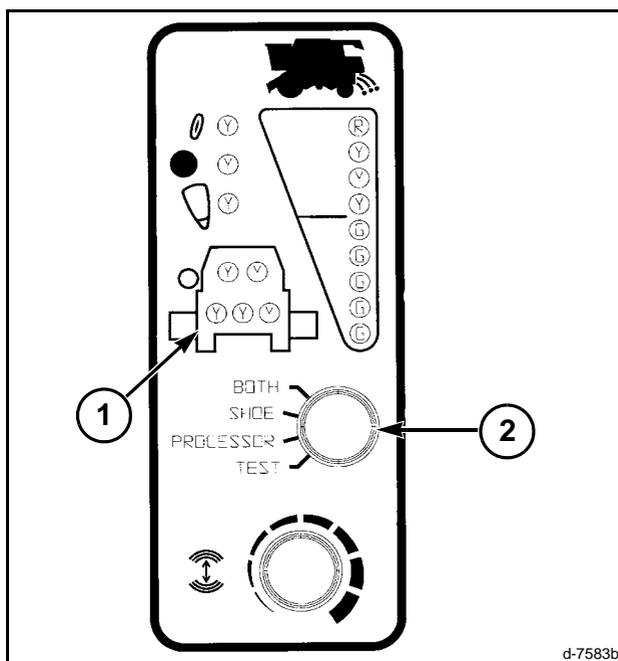

FIG. 123
FIG. 123: Un segundo grupo de 5 LEDs amarillos (1) representa a las placas de los sensores de pérdida de granos. Los 2 testigos superiores representan la placa del sensor de procesador. Los LEDs inferiores representan (si equipado) las placas del sensor de las zarandas izquierda, intermedia y derecha respectivamente. Estos LEDs tienen una doble función